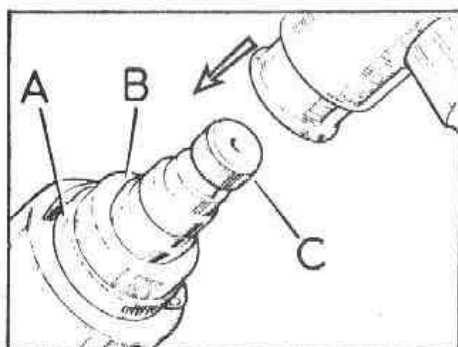

Fig. G-58 Posición del conjunto del eje en la caja
3.13. Separar el conjunto del tornillo de banco, y golpeándolo suavemente se introducirá el eje en su sitio, hasta que el casquillo partido haya penetrado en la caja por lo menos hasta la mitad de su longitud (Fig. G-58).
3.14. Retirar la abrazadera, A (Fig. G-58) y seguir golpeando el eje hasta que los casquillos, B, queden correctamente alojados en la caja.